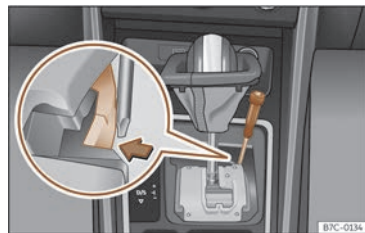

Fig. 95 Palanca selectora: desbloqueo de emergencia en la posición de aparcamiento.
- Con ayuda de la parte plana de un destornillador, presione lateralmente la pestaña amarilla y manténgala presionada >>> **fig. 95.**